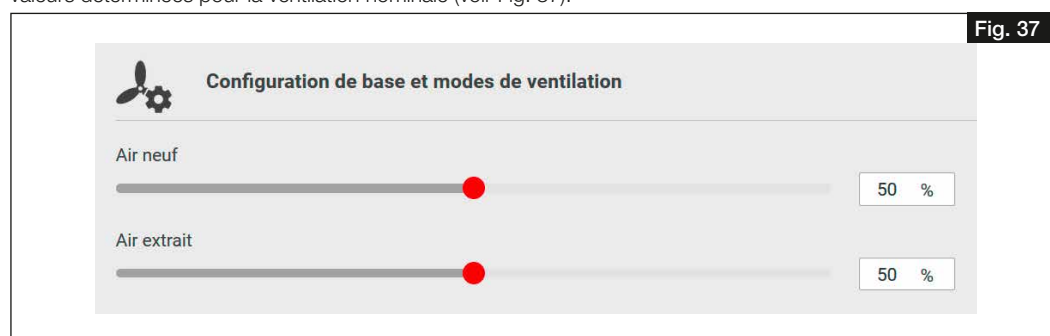

Fig. 37
5. Sous „Réglage du ventilateur“, entrer les performances du ventilateur pour l'air soufflé et extrait en fonction des valeurs déterminées pour la ventilation nominale (voir Fig. 37).